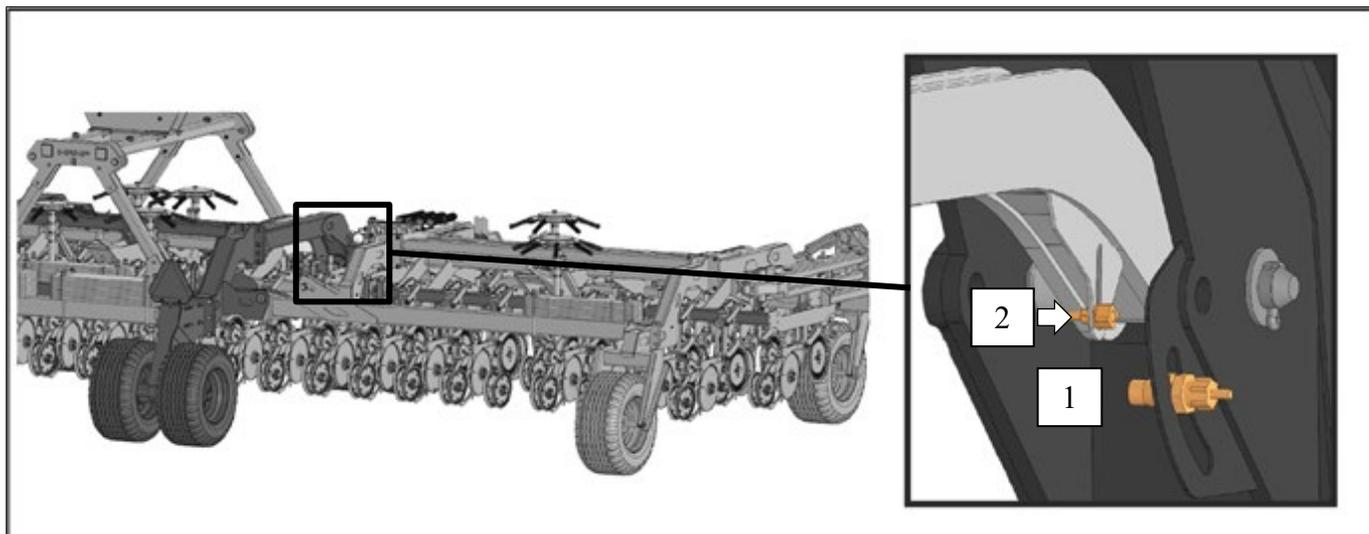

Рисунок 39 – Датчик положения рамы системы контроля высева:
Датчик положения рамы (1) монтируется на кронштейн несущей рамы высевающей секции и служит для автоматического включения и отключения электромufты привода вариаторов, рис. 39.